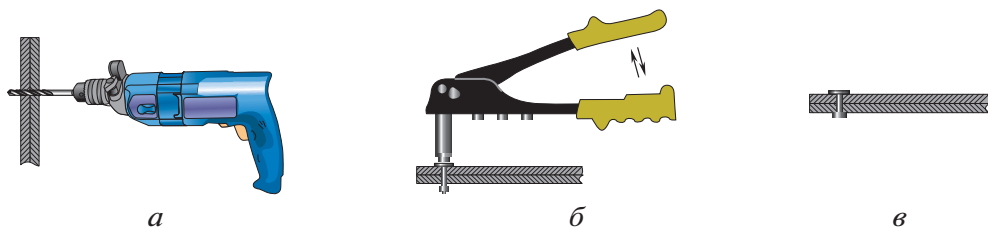

Рис. 5.50. Последовательность соединения заклёпками двух листов металла: *а* — сверление двух листов; *б* — процесс клёпки; *в* — склёпанная заготовка
- разметить и просверлить отверстие через обе скреплённые листовые заготовки (рис. 5.50, а). Диаметр отверстия должен быть равен диаметру заклёпки;
- вставить заклёпку в заклёпочник и просверлённое отверстие и начать сжимать несколько раз рукоятку (рис. 5.50, б). Заклёпка начинает сплющиваться, когда шарик полностью втягивается в заклёпку, свободный хвост за-
клёпки откусывается. Таким образом получится склёпанная с двух сторон заготовка (рис. 5.50, *в*).